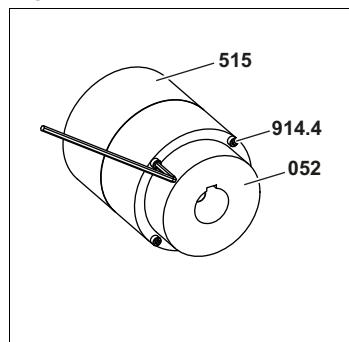

Fig. 4
5. Desserrer les vis cylindriques **914.4** entre le moyeu d'accouplement **052** et le rotor extérieur **515**, voir Fig. 4, page 31.